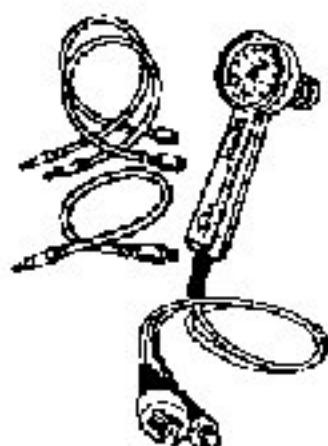

Fig. 2
4. Instalar o medidor de compressão no cilindro número um, observando as instruções do fabricante do equipamento. Observar que a abertura da vela fique totalmente vedada pelo medidor de compressão (fig. 2)